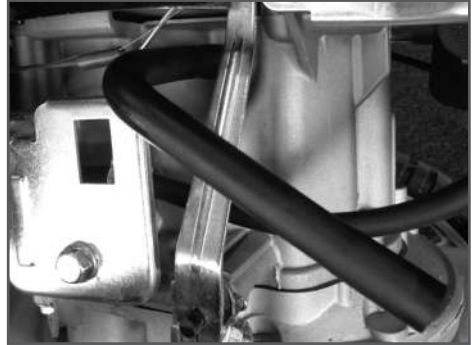

Рис. 14 Трубка сапуна
2. Отсоедините трубку сапуна (вентиляции картера) от крышки клапанов двигателя и корпуса воздушного фильтра (Рис. 14).